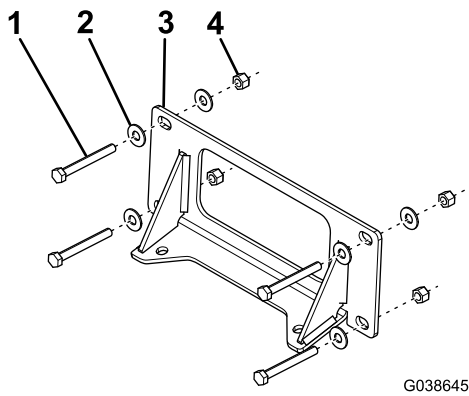

Bild 2
7. Befestigen Sie die obere Platte des Unterfahrerschutzes des Fahrzeugs mit vier langen Schrauben (5/16"), sechs Scheiben (5/16") und vier Muttern (5/16") am Unterfahrerschutz des Fahrzeugs, und lassen Sie die Befestigungen handfest angezogen (Bild 2).